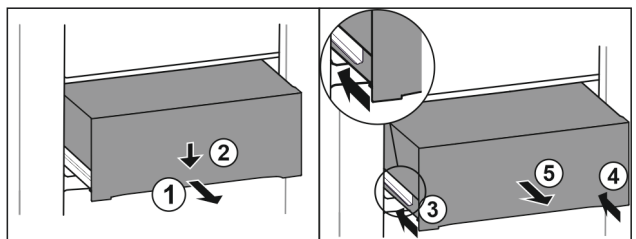

Fig. 131
- ▶ 将抽屉拉出一半。 Fig. 131 (1)
- ▶ 朝下按压正面的抽屉。 Fig. 131 (2)
- ▶ 将左侧轨道推入大约 2 cm。 Fig. 131 (3)
- ▶ 将右侧轨道推入大约 2 cm。 Fig. 131 (4)
朝前取出抽屉。 Fig. 131 (5)